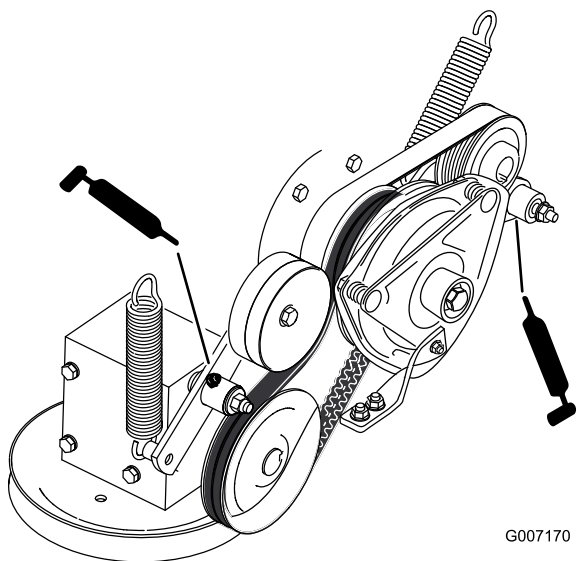

Figura 50
8. Lubrifique o braço intermédio da correia da transmissão da PTO (Figura 50).
9. Lubrifique com massa o braço do tambor falso da correia da bomba (Figura 50).